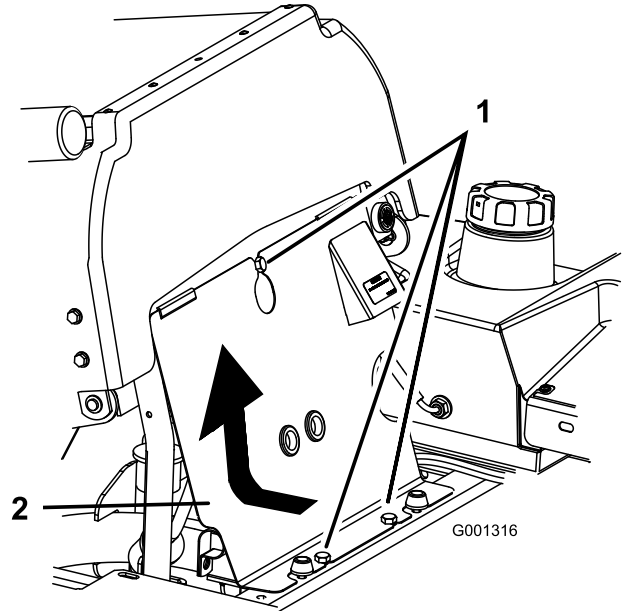

Bild 57
3. Kippen Sie den Sitz nach vorne, lösen Sie die Schrauben und entfernen Sie die vordere Motorverkleidung (Bild 57).